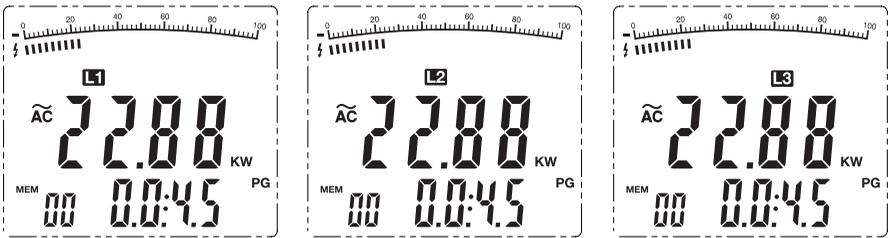
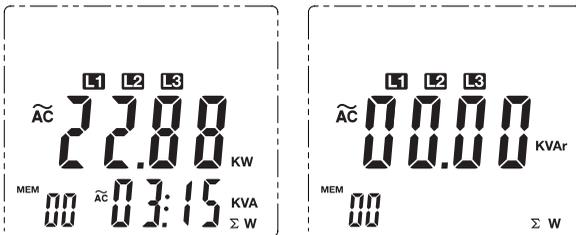

Abbildung 8
Abbildung 9
3. Stellen Sie das Messgerät auf kW. Die duale Anzeige zeigt die Wirkleistung kW Wert und der Phasenwinkel (PG) Wert.
4. Drücken Sie die L1-L2-L3-Taste, um die erste Phase L1 (siehe Abbildung 8).
5. Drücken Sie die Taste Σ zu speichern und die Summe der gemessenen Wert für L1. (siehe Abbildung 8)
7. Drücken Sie die L1-L2-L3-Taste, um die erste Phase L2. Die primäre Anzeige zeigt die kW für Phase L1 und das sekundäre Display zeigt den Phasenwinkel (PG).
8. Drücken Sie die Taste Σ zu speichern und die Summe der gemessenen Wert für L2. (Abbildung 9). Die primäre Anzeige zeigt die kW für die Phase L2 und das sekundäre Display zeigt den Phasenwinkel (PG).
10. Drücken Sie die L1-L2-L3-Taste, um die erste Phase L3. Die primäre Anzeige zeigt die kW für Phase L3 und das sekundäre Display zeigt den Phasenwinkel (PG).
11. Drücken Sie die Taste Σ zu speichern und die Summe der gemessenen Wert für L3. (Abbildung 8)
12. Nach der Aufnahme der kW-Messwert für die dritte Phase, Drücken und halten Sie die Σ Taste für 1 Sekunde, um die Phase 3 Summe der kW auf dem Hauptdisplay, und kVA auf dem sekundären Display. (Abbildung 9)
4. Drücken Sie die L1-L2-L3-Taste, um die erste Phase L1 (siehe Abbildung 8). Die primäre Anzeige zeigt die kW für Phase L1 und das sekundäre Display zeigt den Phasenwinkel (PG).
7. Drücken Sie die L1-L2-L3-Taste, um die erste Phase L3. Die primäre Anzeige zeigt die kW für Phase L3 und das sekundäre Display zeigt den Phasenwinkel (PG).
8. Drücken Sie die Taste Σ zu speichern und die Summe der gemessenen Wert für L3. (Abbildung 8)
9. Nach der Aufnahme der kW-Messwert für die L3-Phase, Drücken und halten Sie die Σ Taste für 1 Sekunde, um die Phase 3 Summe der kW auf dem Hauptdisplay, und kVA auf dem sekundären Display. (Abbildung 9)
für Abbildung 9: Für 3-Draht $\Sigma W = W1 W3$